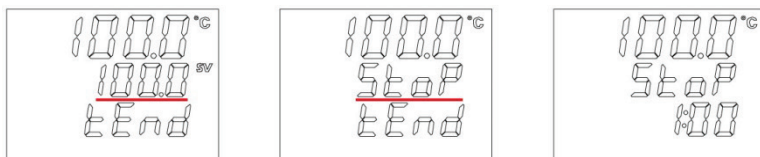

Рисунок 12
- 8.5.1. При работе по таймеру по истечении заданного времени нагрев отключается, и подаётся звуковой сигнал, на дисплее отображаются надписи Stop и tEnd. Нажатие на энкодер либо на одну из кнопок возвращает контроллер в начальное состояние (Рисунок 12).